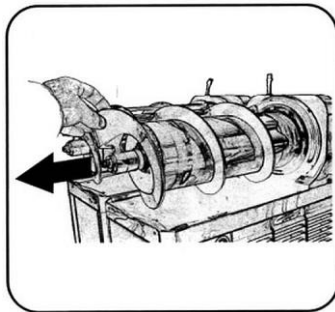

Fig. 21
1. Para extraer la espiral, coloque los dedos sobre la placa de la espiral y tire suavemente de ella hacia dentro, como se muestra en la Fig. 21+22.